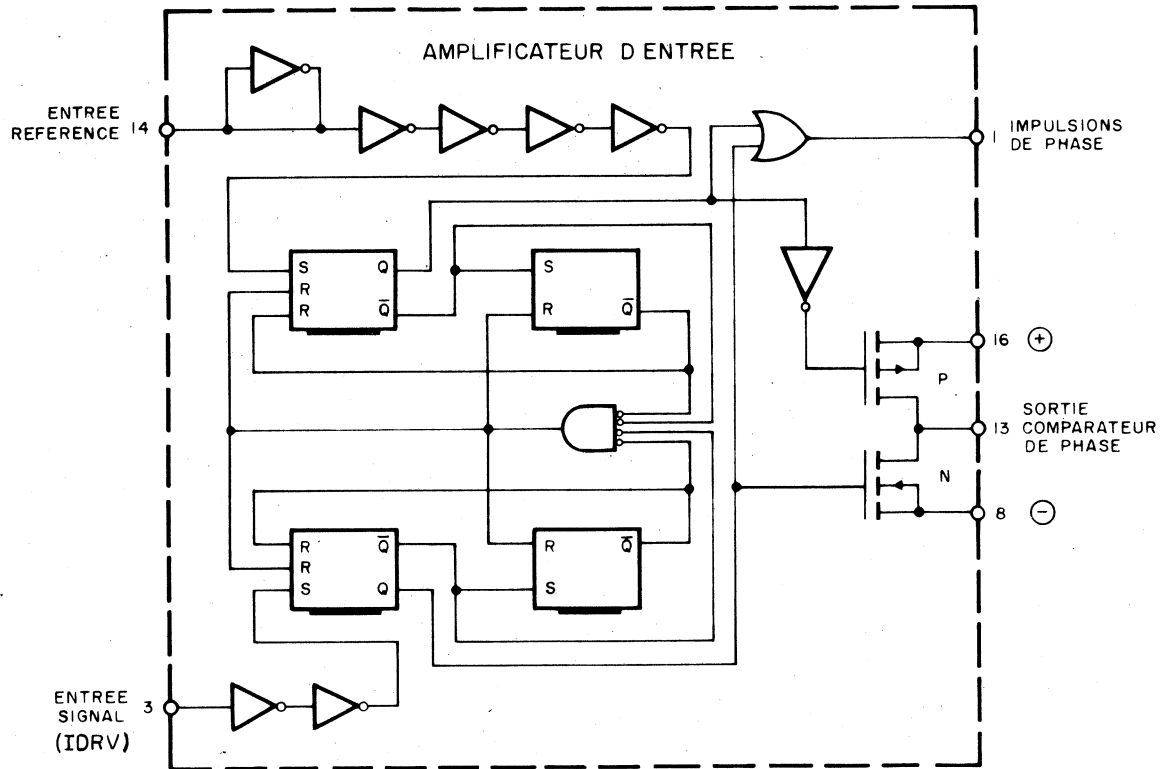

Fig. 3-24
- Le comparateur de phase est un circuit digital à mémoire commandé sur les fronts positifs des signaux présents aux bornes 3 (signal de boucle issu du diviseur variable) et 14 (signal 1000 Hz de référence), (voir Fig. 3-24).